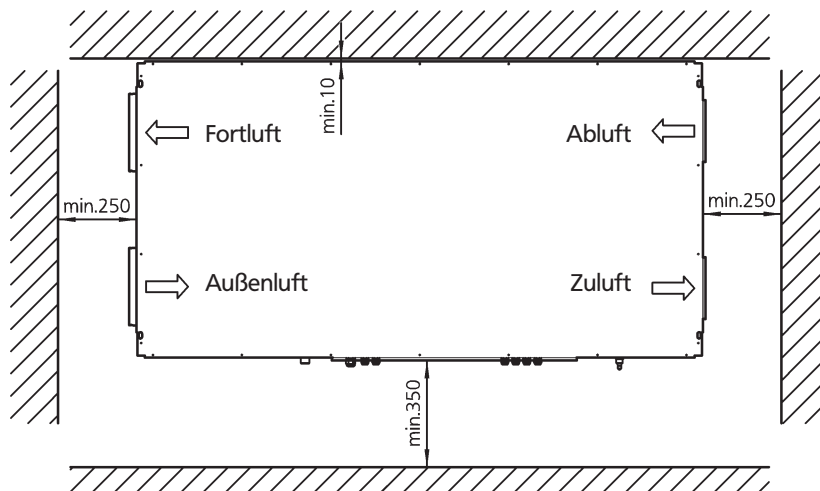

Abb. 2: Montageabstände INDOOR 400 WRG (Ansicht von oben)
- Beachten Sie bei der Montage der Kühleinheit die Mindestabstände für Wartung und Revision, wie in Abb. 2 und 3 dargestellt.
Beachten Sie bei der Montage der Kühleinheit die Mindestabstände für Wartung und Revision, wie in Abb. 2 und 3 dargestellt.